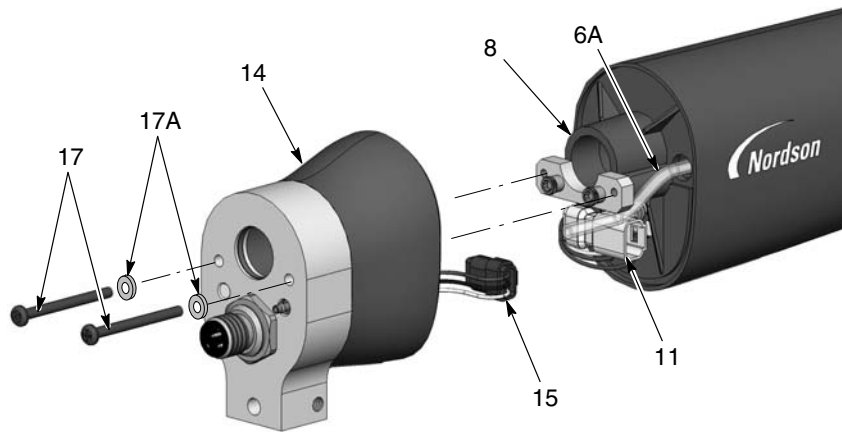
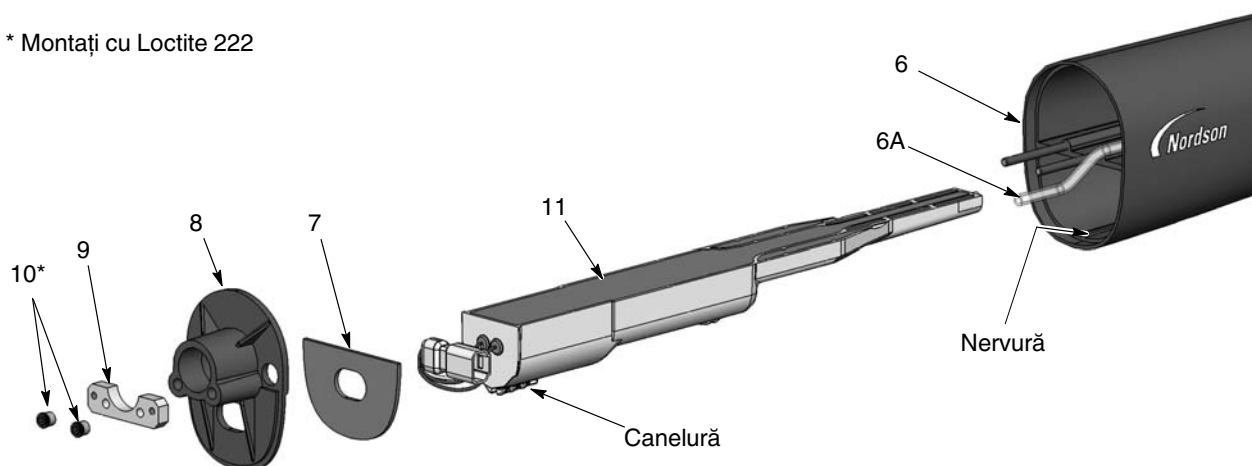

Figura 22 Dezasamblarea pistolului montat pe bară 1 din 3
Figura 23 Dezasamblarea pistolului montat pe bară 2 din 3
4. Vezi Figura 23. Cu o cheie hexagonală de 1/8-in. desfaceți cele două piulițe Allen (10) și placa de înșurubare (9) de la peretele despărțitor (8). Apoi demontați peretele despărțitor de la corpul pistolului (6), introducând fasciculul de cabluri pentru alimentarea cu electricitate prin peretele despărțitor.
5. Glisați sursa de alimentare (11) din corpul pistolului.
7. Garnitura (7) este atașată la peretele despărțitor cu ajutorul unui adeziv sensibil la presiune. Dacă garnitura este deteriorată, înlocuiți-o cu una nouă.
1. Vezi Figura 23. Montați sursa de alimentare cu electricitate (11) în corpul pistolului (6), asigurându-vă că nervura corpului pistolului se potrivește în canelurile sursei de alimentare cu electricitate. Așezați ferm sursa de alimentare cu electricitate în corpul pistolului.
2. Introduceți fasciculul de cabluri pentru alimentare cu electricitate prin peretele despărțitor (8), apoi montați peretele despărțitor și placa de înșurubare (9) peste prezoanele corpului pistolului. Aplicați Loctite 222 la piulițele Allen (10), apoi montați piulițele pe prezoane și strângeți-le la 0,45 N•m (64 inch-ounce) cu o cheie hexagonală de $\frac{1}{8}$ in.
3. Vezi Figura 22. Conectați fasciculul de cabluri al prizei (15) la fasciculul de cabluri al sursei de alimentare cu electricitate (11). Pliți conectorii fasciculului de cabluri (11, 15) în ansamblul corpului spate în pozițiile prezentate.
4. Conectați tubulatura transparentă a filtrului (6A) la racordul striat din interiorul ansamblului corpului spate (14). Introduceți tubulatura transparentă pentru aer suplimentară în corpul pistolului, apoi montați ansamblul corpului spate pe peretele despărțitor cu ajutorul șuruburilor (17) și al șaiabelor de blocare (17A).